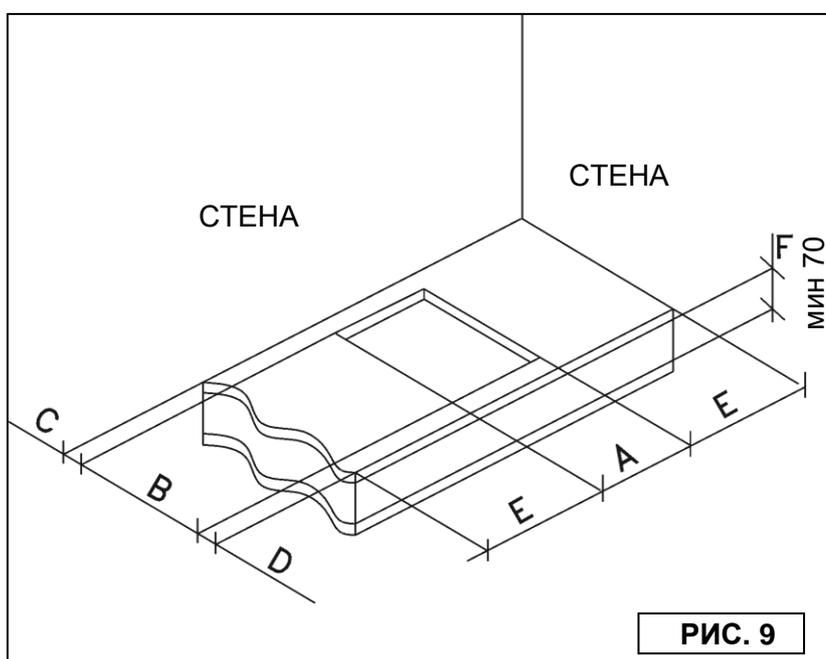
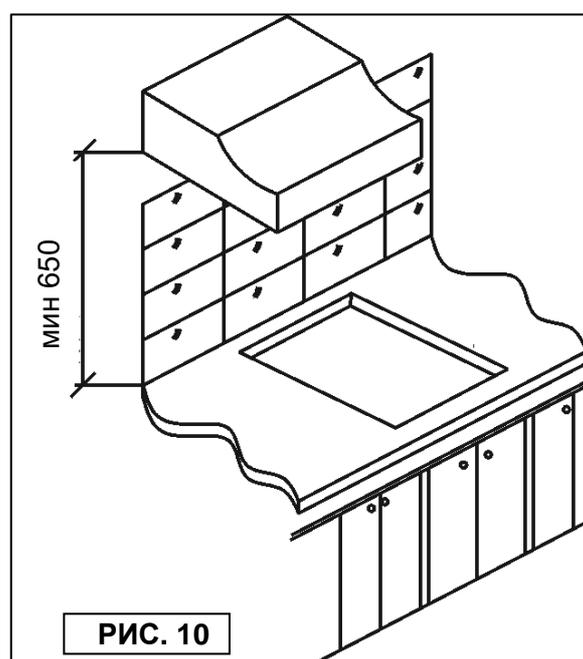

РИС. 9
РИС. 10
На поверхности несущей мебели необходимо вырезать отверстие с размерами, приведенными на рис. 9, при этом необходимо строго соблюдать предельные дистанции между поверхностями, боковыми стенками, задней и боковой поверхностями (см. рис.10).
- Чтобы исключить возможные случайные контакты с поверхностью панели, которая сильно нагревается при эксплуатации, необходимо установить деревянную прокладку на расстоянии не менее 70 мм от края и закрепить ее винтами (рис. 9).